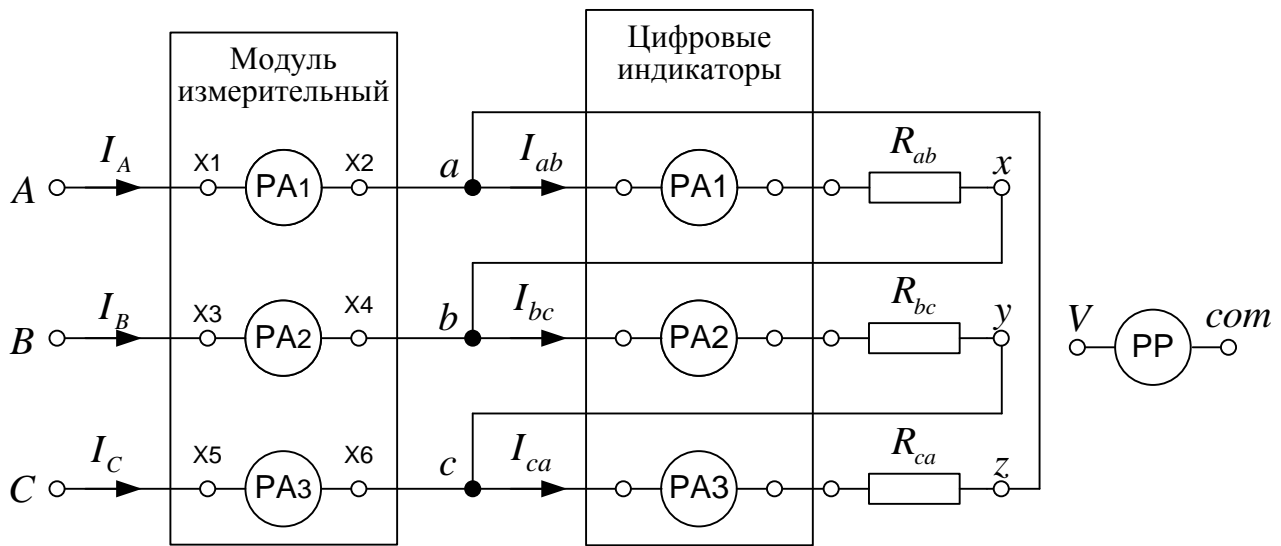

Рис. 4.5. Схема трехфазной цепи, соединенной треугольником
1) Собрать электрическую цепь по схеме, приведенной на рис. 4.5. Установить в блоке *Модуль резисторов* сопротивления фаз  $R_{ab} = R_{bc} = R_{ca}$ . Рекомендуемые значения: 100, 150 или 220 Ом.